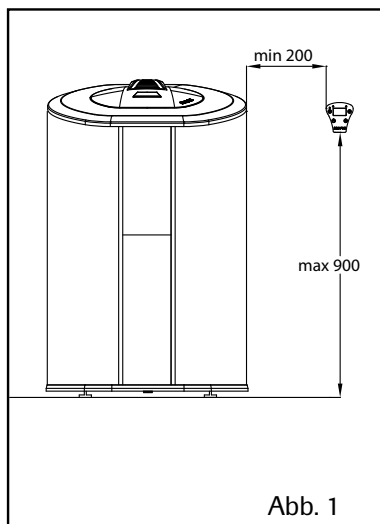

Abb. 1
- In der Sauna ist die maximale Anbringungshöhe der Steuerung neben dem Saunaofen 90 cm und die minimale 20 cm (siehe Abb. 1).